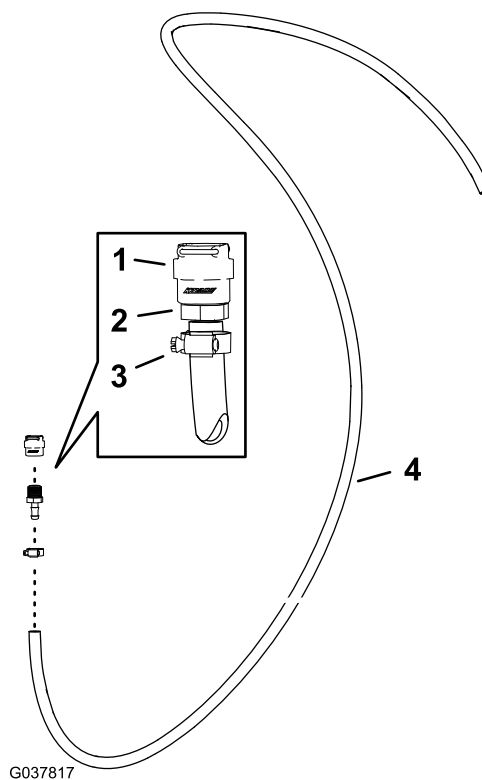

图93
1. 如图93所示使用在从供水软管卸下喷枪(页码 15)中卸下的夹具将快速连接接头插槽安装到软管1.3 x 762cm的直通宝塔接头1/2 英寸。